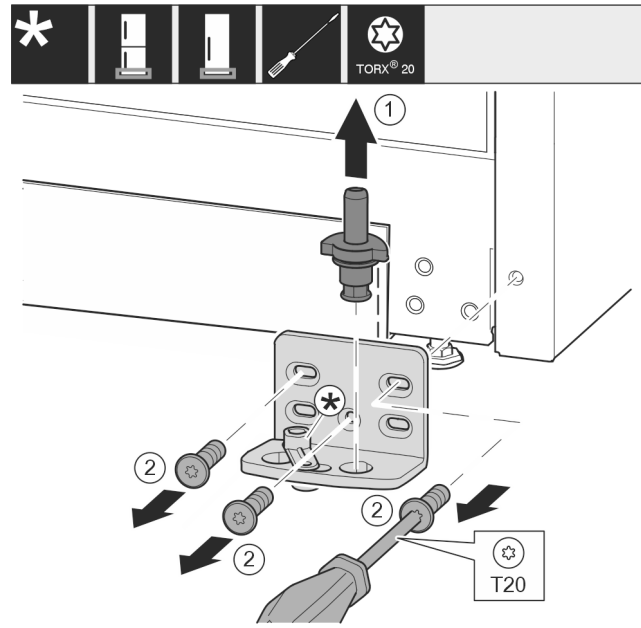

Fig. 14
- ▶ Ložiskový čap vytiahnite úplne nahor. Fig. 14 (1)
- ▶ Skrutky vyskrutkujte skrutkovačom T20 a odnímate ložiskovú konzolu. Fig. 14 (2)